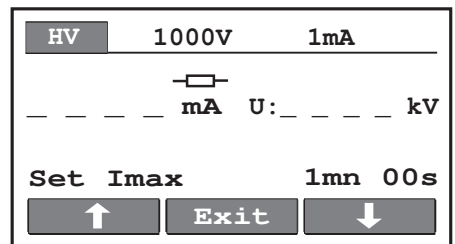

Fig.6. Menu de sélection du courant de déclenchement
- Courant de déclenchement (fig. 6)